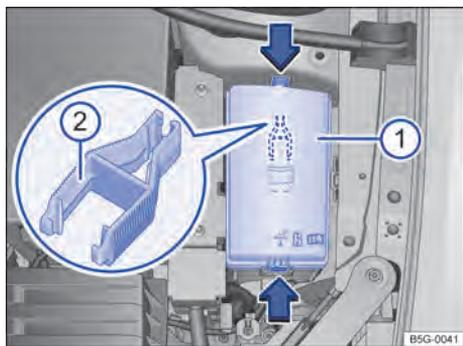

Fig. 216 En el vano motor: cubierta ❶ de la caja de fusibles con pinzas de plástico ❷.
- Para desbloquear la cubierta de la caja de fusibles, presione las teclas de bloqueo en el sentido de las flechas → fig. 216 ❶.
En el lado interior de la cubierta de la caja de fusibles del vano motor podría haber unas pinzas de plástico → fig. 216 ❷ para extraer fusibles. ◀